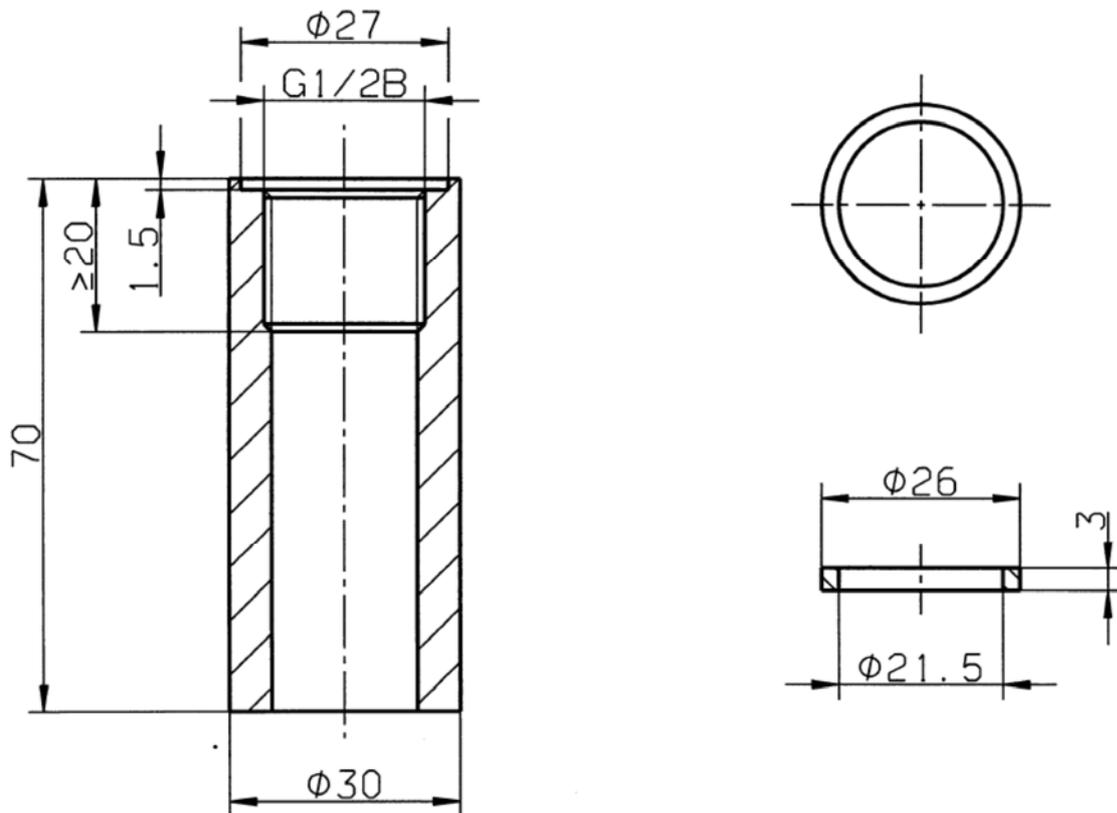

Abbildung 20: Gewindemuffe G ½ mit BL  $\leq$  70 mm zum Einschweißen
Die Länge der Gewindemuffe zum Einschweißen muss so gewählt werden, dass die erforderliche Eintauchtiefe gewährleistet ist. (siehe Abbildung 20). Die Dichtfläche muss glatt, d.h. geschlichtet, und senkrecht zur Gewindeachse ausgeführt werden.
- Flachdichtung, Ausführung nach Abbildung 20.